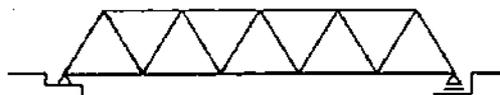

図1
このようなことから、鉄筋コンクリートは図1のような⑨橋りょうなどの農業土木構造物として広く利用されている。
問8 下線部⑥の橋りょうについて、図1の名称をA～Eから選び、記号で答えよ。